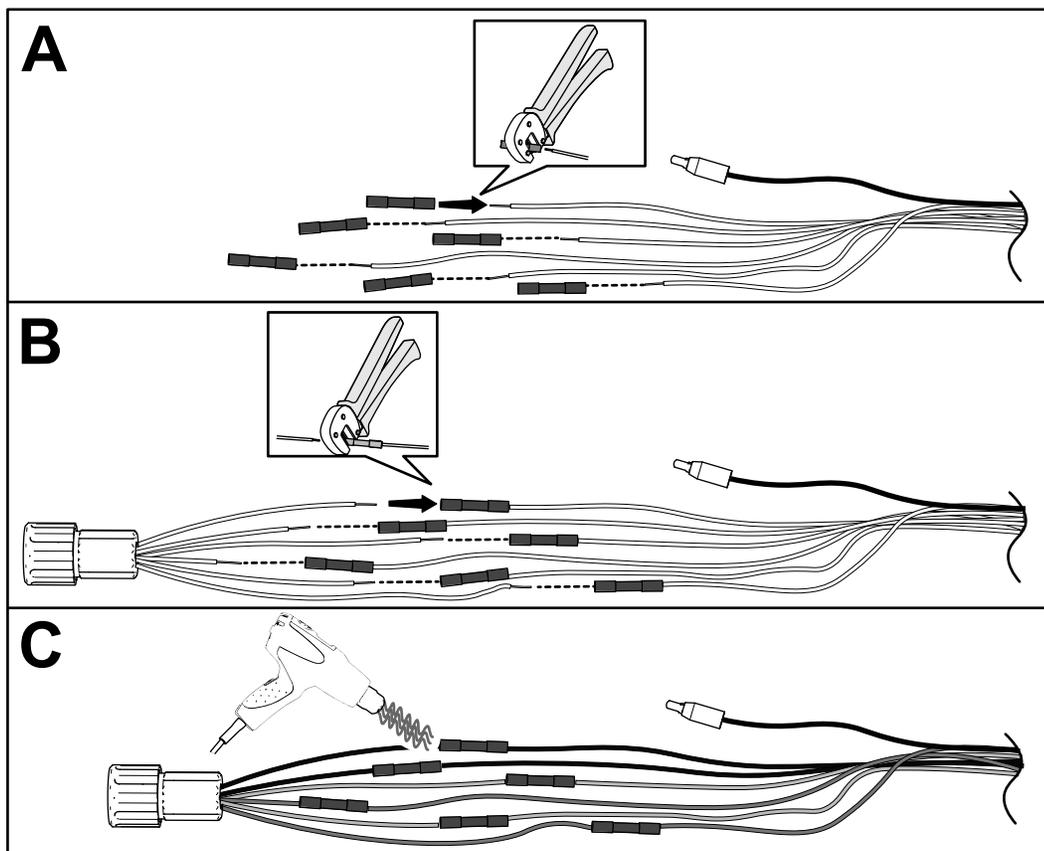

Figura 7
8. Na cablagem existente, instale a união de extremidade aberta na extremidade dos seis fios restantes, uma de cada vez, utilizando uma ferramenta de cravar que corresponda à posição (20-18 AWG); consulte A de Figura 7.
9. Insira cada um dos fios do adaptador do motor na união de extremidade aberta correspondente, combinando a cor de isolamento dos fios, e crave firmemente o conector (B de Figura 7).
10. Utilize uma pistola de calor apropriada para encolher o isolamento da emenda até que o adesivo tenha sido encolhido em cada extremidade (C de Figura 7).